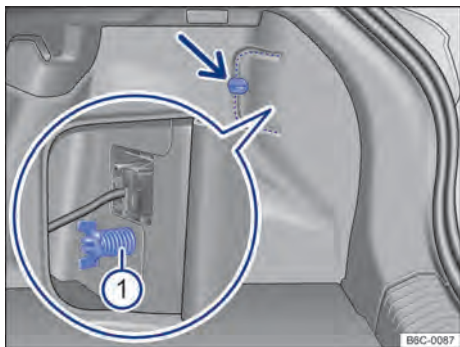
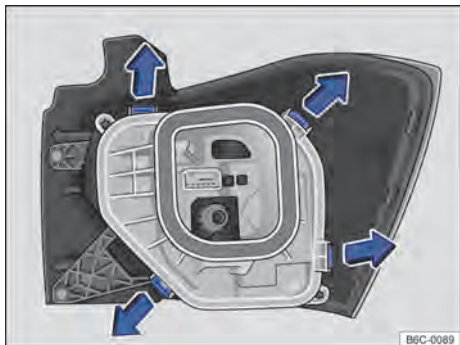

Fig. 169 No compartimento de bagagem: desinstalar cobertura e retirar o parafuso borboleta ① (lupa).
Fig. 170 Lanterna traseira: desinstalar o suporte das lâmpadas
- ① Observar a lista de controle e executar as ações → Página 210.
- ② Abrir a tampa traseira → Página 75.
- ③ Para abrir a cobertura da lanterna, girar a trava → Fig. 169 (seta).
- ④ Abrir a cobertura junto com a trava para o lado.
- ⑤ Soltar o parafuso borboleta ① (lupa) e retirá-lo, segurando, ao mesmo tempo a lanterna traseira.
- ⑥ Puxar cuidadosamente a lanterna traseira para fora, para desencaixá-la da carroceria → Ⓜ️.
- ⑦ Desencaixar o conector de alimentação das lâmpadas da lanterna, para remover totalmente a lanterna.
- ⑧ Colocar a lanterna traseira sobre uma superfície limpa e lisa.
- ⑨ Para destravar o suporte das lâmpadas, pressionar cada lingueta de travamento → Fig. 170 no sentido das setas.
- ⑩ Remover o suporte das lâmpadas cuidadosamente.
- ⑪ Para remover as lâmpadas incandescentes queimadas pressionar a lâmpada contra o alojamento e girar no sentido anti-horário.
- ⑫ Substituir a lâmpada incandescente queimada por uma lâmpada incandescente nova do mesmo modelo.
- ⑬ Para inserir as novas lâmpadas no suporte das lâmpadas, introduza a nova lâmpada no respectivo alojamento. Pressionar a lâmpada e girar no sentido horário até o batente.
- ⑭ Certificar-se de que as lâmpadas estão corretamente fixadas no suporte das lâmpadas.
- ⑮ Instalar o suporte das lâmpadas na lanterna traseira. As linguetas de travamento → Fig. 170 devem encaixar de forma audível.
- ⑯ Colocar o conector de alimentação na lanterna.
- ⑰ Encaixar a lanterna traseira cuidadosamente no alojamento da carroceria.
- ⑱ Segurar a lanterna traseira na posição de montagem com uma das mãos e aparafusar com a outra o parafuso borboleta → Fig. 169 Ⓜ️.
- ⑲ Recolocar a cobertura da lanterna em sua posição e girar a trava para fechar.
- ⑳ Fechar a tampa traseira → Página 75.